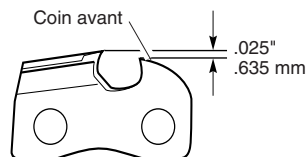

Figure 23 - Arrondir le coin avant du limiteur de profondeur
3. Retirer l'outil. Avec la lime plate, arrondir le coin avant du limiteur de profondeur. (Voir la figure 23.)